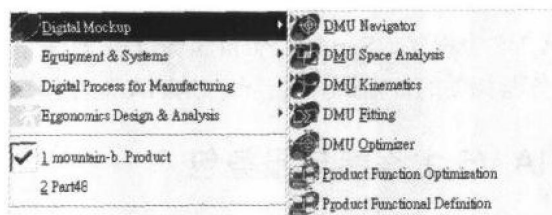

图 1.14
- **Digital Mockup:** 包括动态机构仿真、装配配合空间分析、产品功能分析与功能最佳化等, 如图 1.14 所示。